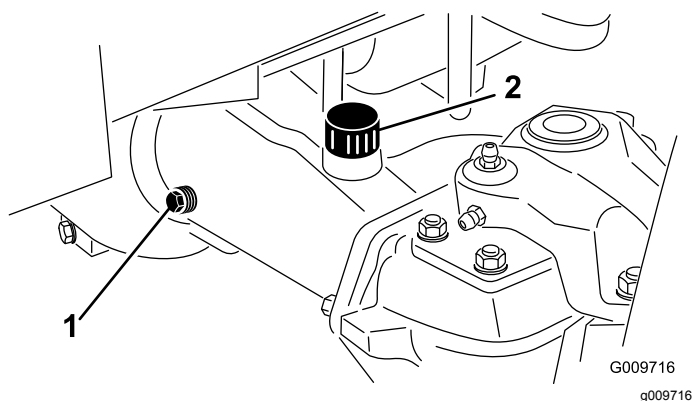

Bild 68
2. Entfernen Sie eine Prüfschraube aus einem Ende der Achse (**Bild 68**) und stellen sicher, dass das Öl die Unterseite des Lochs erreicht.
3. Entfernen Sie bei niedrigem Ölstand die Füllschraube (**Bild 68**) und füllen genug Öl